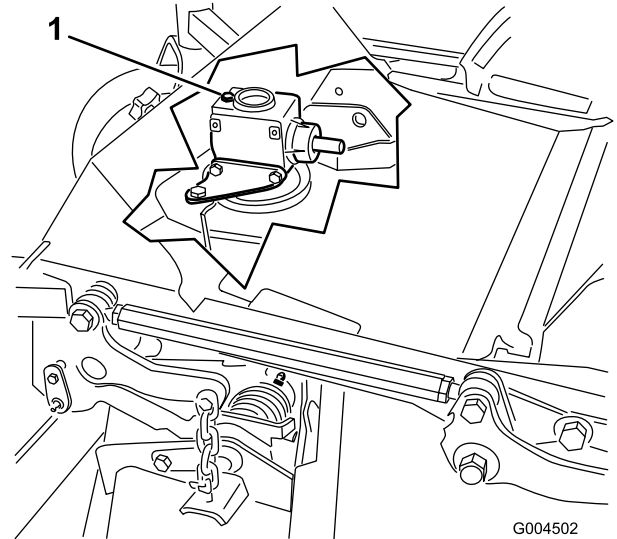

Bild 29
6. Nehmen Sie den Ölpeilstab bzw. die Füllschraube oben am Getriebe ab und stellen Sie sicher, dass das Öl zwischen den Markierungen am Peilstab liegt (Bild 29).
6. Nehmen Sie den Peilstab bzw. die Füllschraube von der Oberseite des Getriebes ab (Bild 29).